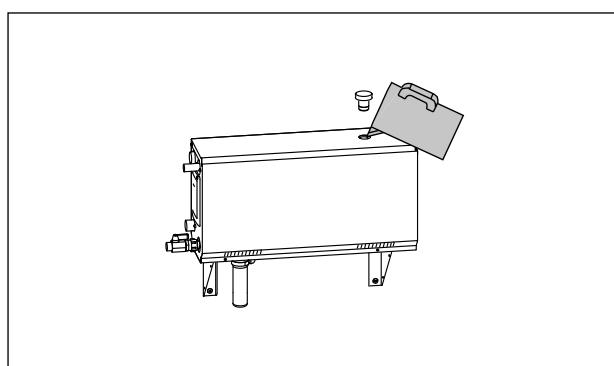

Рисунок 3. Удаление известкового налета
- Снимите заглушку с верхней части парогенератора (рисунок 3)